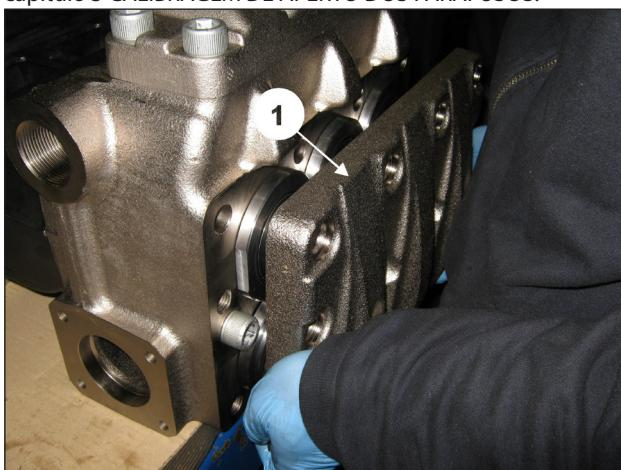
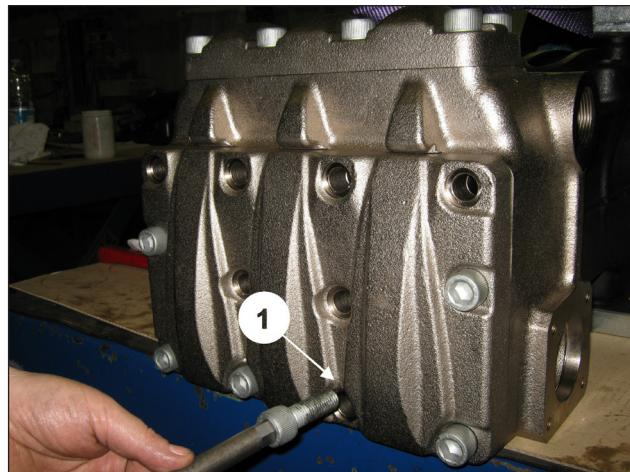

Fig. 140
Fig. 141
Após ter terminado a montagem dos grupos da válvula de aspiração e das bússolas de contenção dos vedantes, aplique a tampa das válvulas de aspiração (pos. ①, Fig. 140) e aperte os 6 parafusos M16x45 (pos. ①, Fig. 141) como indicado no capítulo 3 CALIBRAGEM DE APERTO DOS PARAFUSOS.